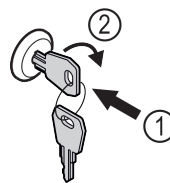

Fig. 133
- ▶ Inserire la chiave Fig. 133 (1).
- ▶ Ruotare la chiave di 90° in senso orario Fig. 133 (2).